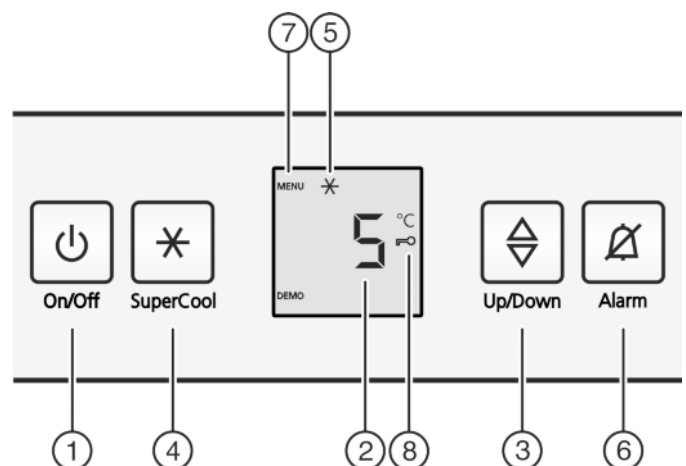

Fig. 2
- ▶ Aan/uit-toets *Fig. 2 (1)* indrukken.
- ▶ Toets SuperCool *Fig. 2 (4)* ca. 5 seconden indrukken.
- ▷ Op de display wordt het symbool Menu *Fig. 2 (7)* weergegeven.
- ▶ Met de toets SuperCool *Fig. 2 (4)* kort bevestigen.
- ▷ Het symbool Kinderbeveiliging *Fig. 2 (8)* op de display gaat branden.
- ▶ De toets On/Off *Fig. 2 (1)* kort indrukken.
- ▶ Toets Alarm *Fig. 2 (6)* indrukken.
- ▶ Temperatuurfunctie oproepen: Druk de insteltoets *Fig. 2 (3)* in.
- ▶ Temperatuur in 1 °C stappen wijzigen: Druk de insteltoets *Fig. 2 (3)* net zo vaak in, totdat de gewenste temperatuur op het temperatuursdisplay oplicht.
- ▶ Toets SuperCool Fig. 2 (4) kort indrukken.
- ▷ Het symbool SuperCool Fig. 2 (5) is verlicht in de display.
- ▷ Het symbool SuperCool Fig. 2 (5) in de display gaat uit.